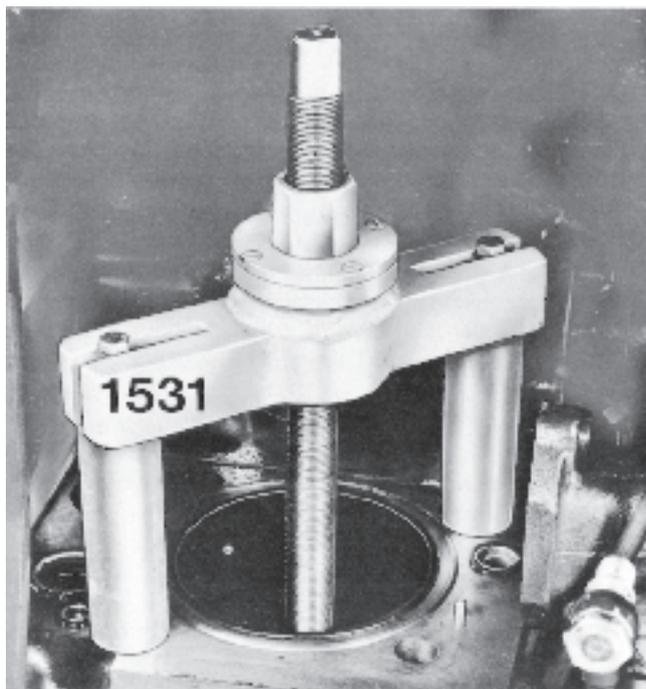

Fig. 53. Démontage de chemise de cylindre
- Démonter les chemises en se servant de l'arrache-chemise 1531 et de la plaque d'extraction 2089 pour les moteurs de la série 100, et 2955 pour les moteurs de la série 120 (voir la figure 53).